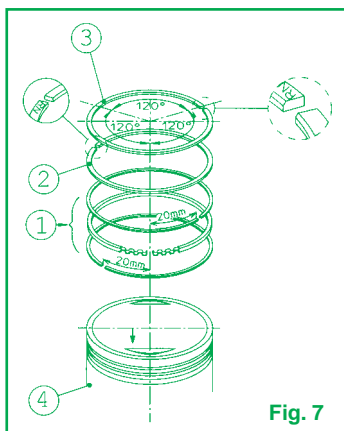

Fig. 7
- Introducir el expansor del segmento rascador de aceite en la específica ranura en el pistón, introducir el segmento rascador de aceite inferior y sucesivamente el rascador de aceite superior completando el montaje del rascador de aceite (Fig. 7 - Parte 1).
- Montar el segundo segmento con la parte estampada dirigida hacia la parte superior del pistón, como indica la Fig. 7 - Parte 2.
- Introducir el primer segmento de compresión con la N estampada dirigida hacia la parte superior del pistón, como indica la Fig. 7 - Parte 3.
- Posicionar las aperturas de los cortes de los aros elásticos como indica la Fig. 7.
- Posicionar el pistón en la biela e introducir el bulón nuevo. Asegurarse de que la flecha marcada en la cabeza del pistón se encuentre dirigida hacia el lado del escape (Fig. 7 - Parte 4).
- Controlar nuevamente que las aperturas de los cortes de los aros elásticos se encuentren posicionados como indica la Fig. 7.